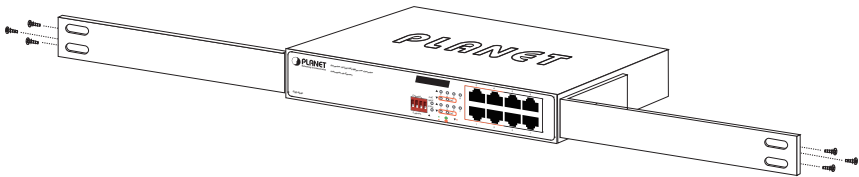

Figura 3-2: Colocación de los soportes en el GSD-804P
Paso 2: Coloque un soporte de montaje en bastidor a cada lado del GSD-804P con el tornillos adjuntos al paquete. La Figura 3-2 muestra cómo colocar soportes a un lado del GSD-804P.